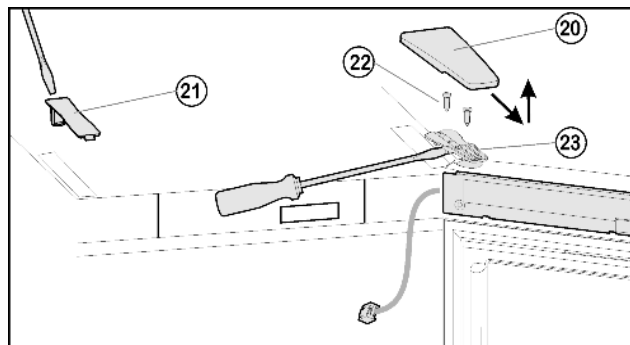
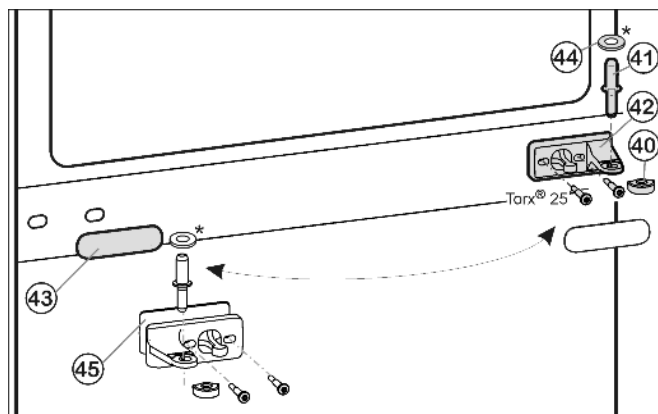
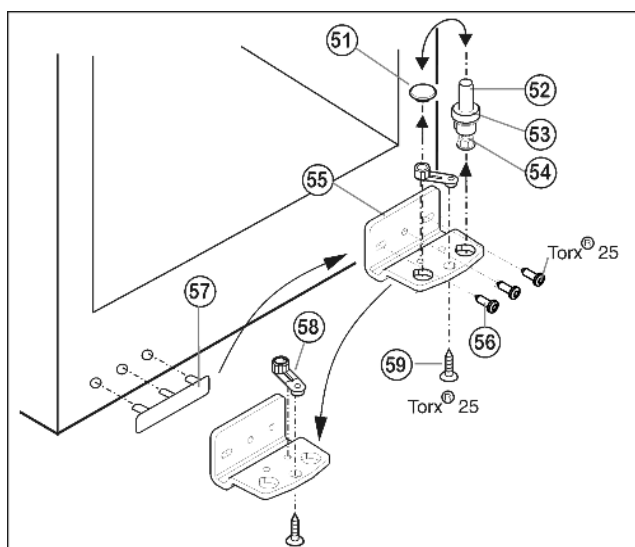

Fig. 6
Fig. 7
Fig. 8
- ▶ Крышку Fig. 6 (20) снимите движением вперед и вверх
- ▶ Снимите крышку Fig. 6 (21).
- ▶ Полностью выверните винты Fig. 6 (22).
- ▶ Снимите дверцу вместе с опорным кронштейном Fig. 6 (23) и кабелем вверх. Для снятия, возможно, понадобится осторожно подцепить опорный кронштейн снизу шлицевой отвёрткой.
- ▶ Вытащите из опорного кронштейна и нижней дверцы средний опорный палец Fig. 7 (41).
- ▶ Снимите пластмассовый колпачок Fig. 7 (40).
- ▶ Открутите средний опорный кронштейн Fig. 7 (42) (2 шт. Torx® 25).
- ▶ Осторожно снимите накладку Fig. 7 (43).
- ▶ Прикрутите средний опорный кронштейн Fig. 7 (42) с подкладкой Fig. 7 (45) с поворотом на 180° на новую сторону шарнира (с моментом 4 Нм).
- ▶ Защелкните накладку Fig. 7 (43), повернув на 180°, на стороне, где теперь будет ручка.
- ▶ Извлеките опорный винт Fig. 8 (52) в комплекте с шайбой Fig. 8 (53) и регулируемой опорой Fig. 8 (54), вытягивая его вверх.
- ▶ Снимите пробку Fig. 8 (51).
- ▶ Открутите Fig. 8 (56) опорный кронштейн Fig. 8 (55).
- ▶ Открутите Fig. 8 (59) опорную деталь Fig. 8 (58) и, переставив в отверстие на противоположной стороне опорного кронштейна, снова прикрутите.
- ▶ Осторожно снимите и переставьте на противоположную сторону крышку со стороны ручки Fig. 8 (57).
- ▶ Снова прикрутите опорный кронштейн Fig. 8 (55) на новой стороне шарнира (с моментом 4 Нм). При необходимости используйте аккумуляторный шуруповерт.
- ▶ Переставьте пробку Fig. 8 (51) в свободное отверстие.
- ▶ Вновь установите опорный винт Fig. 8 (52) в комплекте с шайбой и регулируемой опорой. При этом фиксатор должен быть направлен назад.
- ▶ Установите дверь сверху на опорный палец Fig. 8 (52).
- ▶ Снова наденьте пластмассовый колпачок Fig. 7 (40) на средний опорный кронштейн Fig. 7 (42).
- ▶ Вставьте средний опорный палец Fig. 7 (41) через средний опорный кронштейн Fig. 7 (42) в нижнюю дверцу.
- ▶ Установите верхнюю дверцу на средний опорный палец Fig. 7 (41), закройте дверцу и установите верхний опорный кронштейн Fig. 6 (23) так, чтобы он защелкнулся в верхней стороне устройства.
- ▶ Закрутите опорный кронштейн Fig. 6 (23) (с усилием 4 Нм). При необходимости просверлите отверстия или используйте аккумуляторную отвертку.
- ▶ Защёлкните крышку Fig. 6 (20) и крышку Fig. 6 (21).
- ▶ При необходимости выровняйте дверцы через два продольных паза в нижнем опорном кронштейне Fig. 8 (55) и среднем опорном кронштейне Fig. 7 (42) параллельно корпусу устройства. Для этого выкрутите средний винт на нижнем опорном кронштейне Fig. 8 (55).